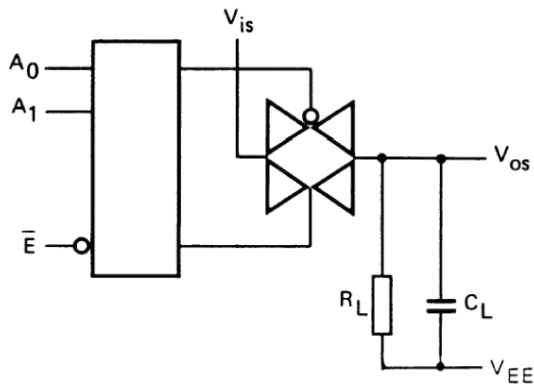

图 3
1. R_L=10KΩ到 V_{EE}; C_L=50pF 到 V_{EE}; E = V_{SS}; Vis=V_{DD} (方波); 如图 3 所示
2. R_L=10KΩ; C_L=50pF 到 V_{EE}; E = V_{SS}; An=V_{DD} (方波); 测量 t_{PLH} 时 Vis=V_{DD}, R_L 到 V_{EE}; 测量 t_{PHL} 时 Vis=V_{EE}, R_L 到 V_{DD}, 如图 3 所示
3. R_L=10KΩ; C_L=50pF 到 V_{EE}; E = V_{DD} (方波); 测量 t_{PHZ} 和 t_{PZH} 时, Vis=V_{DD}, R_L 到 V_{EE}; 测量 t_{PLZ} 和 t_{PZL} 时, Vis=V_{EE}, R_L 到 V_{DD}; 如图 3 所示
6. R_L=10KΩ到 V_{EE}; C_L=15pF 到 V_{EE}; E 或 An=V_{DD} (方波); 干扰是 |Vos| (峰值); 如图 3 所示